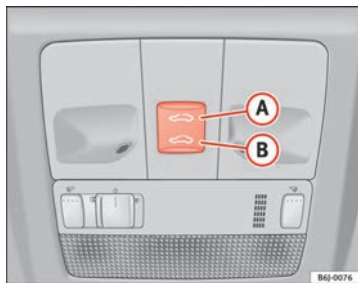

Fig. 51 Tettuccio panoramico / sollevabile
- Premere e tener premuto il pulsante **(B)** ⇒ fig. 51 ⇒ ⚠: il tettuccio compie il movimento di chiusura fino che si rilascia il pulsante.